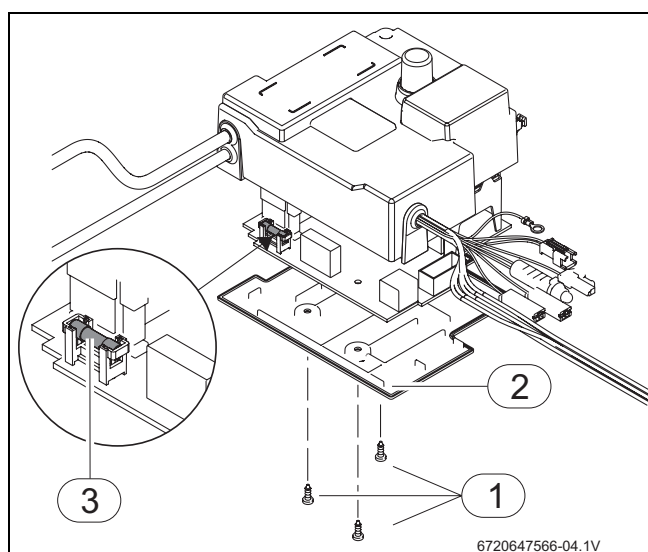

Fig. 15 Caixa de comando
- ▶ Retirar os 3 parafusos da caixa de comando (Fig. 15, [1]) e retirar a tampa (Fig. 15, [2]).
- ▶ Substituir o fusível (Fig. 15, [3]), respeitando as especificações indicadas.